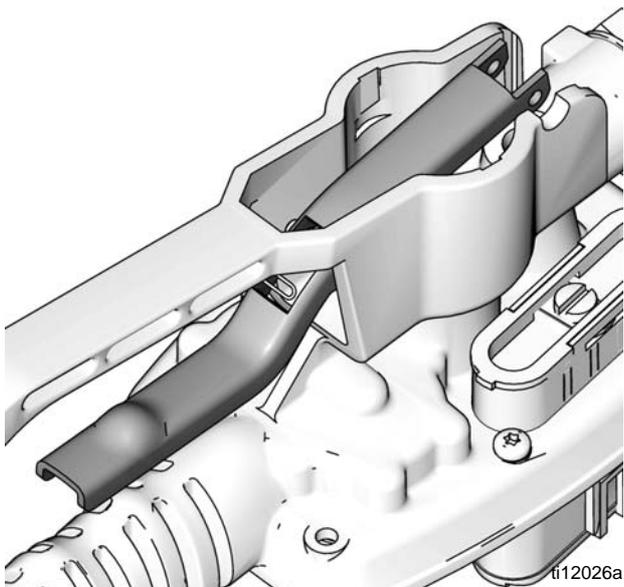

FIG. 20
- a. Vuelva a instalar el conjunto del disparador (6) en la carcasa del medidor como se muestra en la FIG. 20.